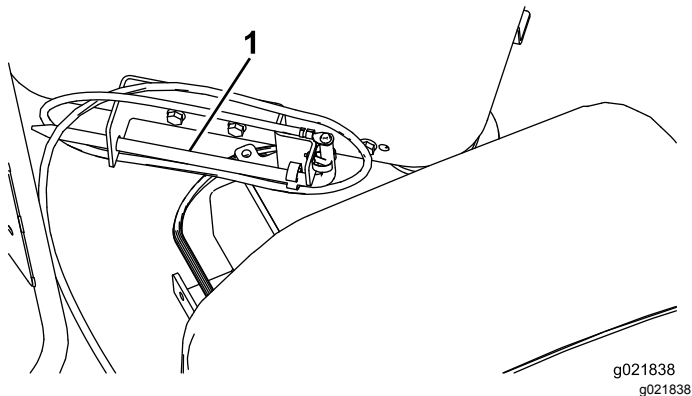

Bild 34
8. Verstauen Sie den Erdungsstab in der Halterung an der Bedienerplattform, wie in Bild 34 abgebildet.